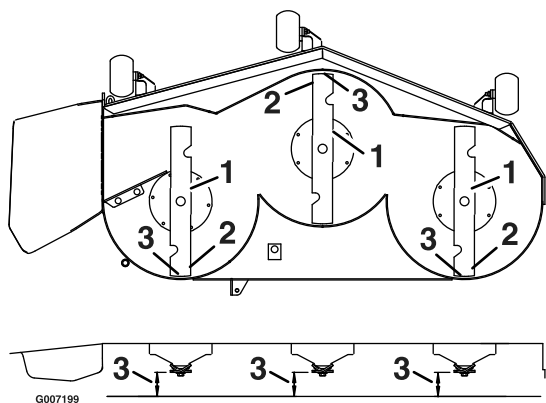

Figura 46
8. Gire cuidadosamente las cuchillas colocándolas en el sentido de avance de la máquina (Figura 46).
9. Mida entre la punta de la cuchilla delantera y la superficie plana y entre la punta de la cuchilla trasera y la superficie plana (Figura 46). Si la punta de la cuchilla delantera no está entre 1/16-5/16 pulg. (1,6